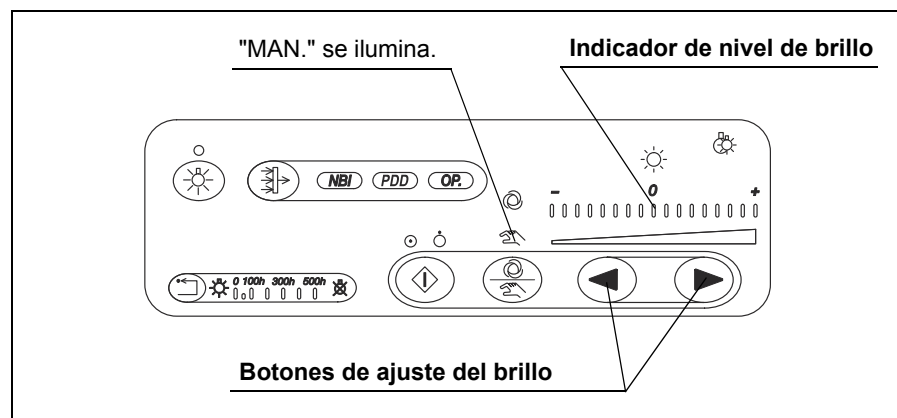

Figura 3.10
2. Pulse los botones de ajuste del brillo ("◀" o "▶") y compruebe que (véase la figura 3.10):